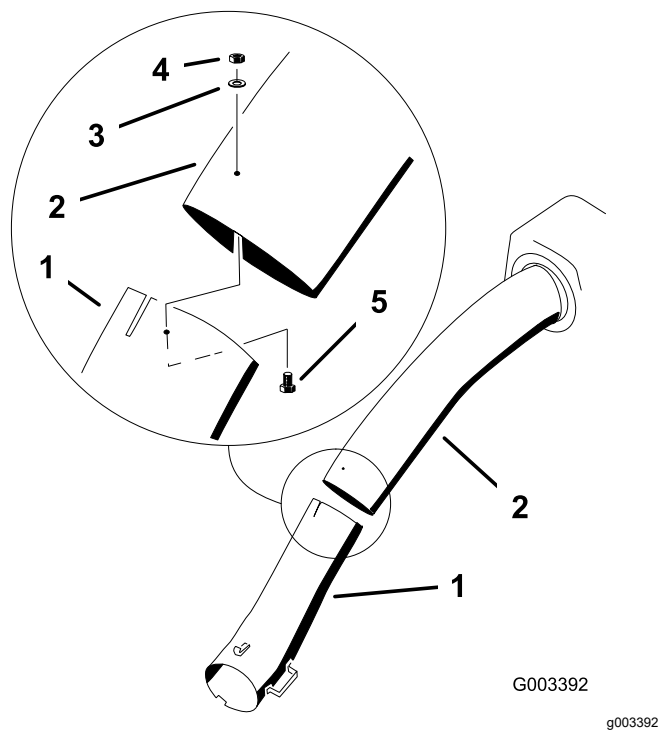

Figure 45
11. Réunissez les tubes supérieur et inférieur avec 3 boulons (n° 10 x 3/4 po), 3 rondelles plates (7/32 po) et 3 contre-écrous (n° 10), comme montré à la Figure 45.